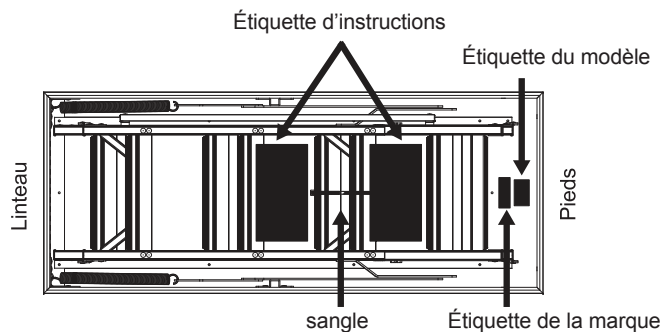

Figure 1 Étiquettes de l'échelle de grenier
13. Avant l'installation, lisez toutes les étiquettes d'instructions qui se trouvent sur l'échelle de grenier et qui sont illustrées à la figure 1.